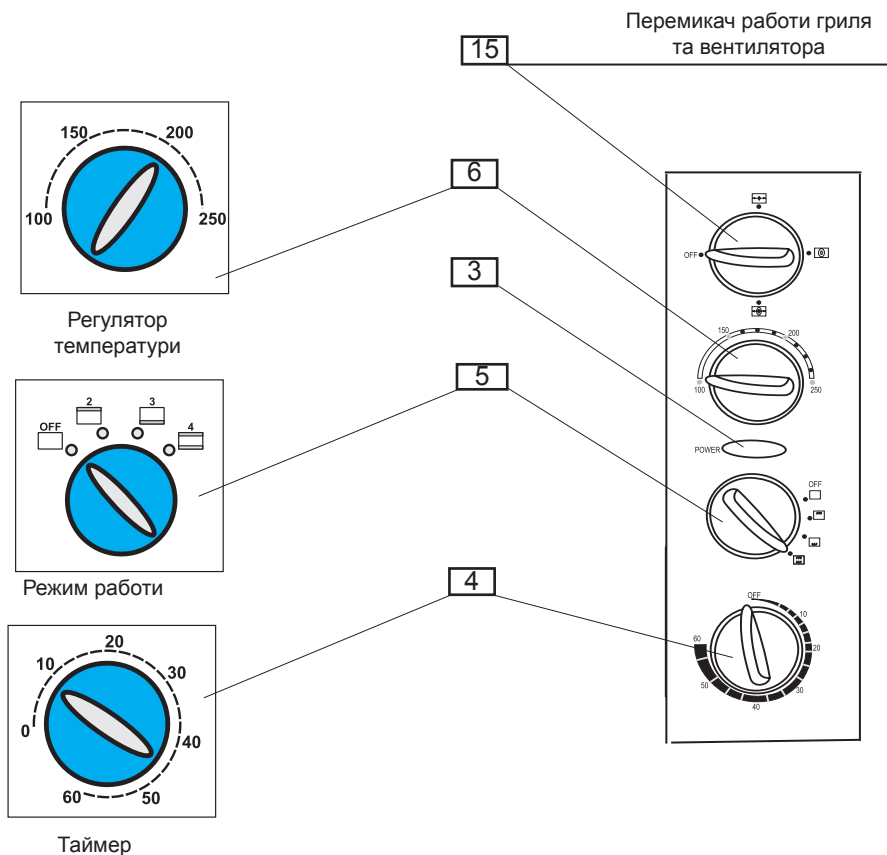

Рис. 2
вибирається поворотом ручки регулятора температури (6) і встановлюється необхідна температура, за допомогою ручки таймера (4) встановлюється час для приготування їжі (Рис.2). При цьому загоряється лампочка світлового індикатора (3).